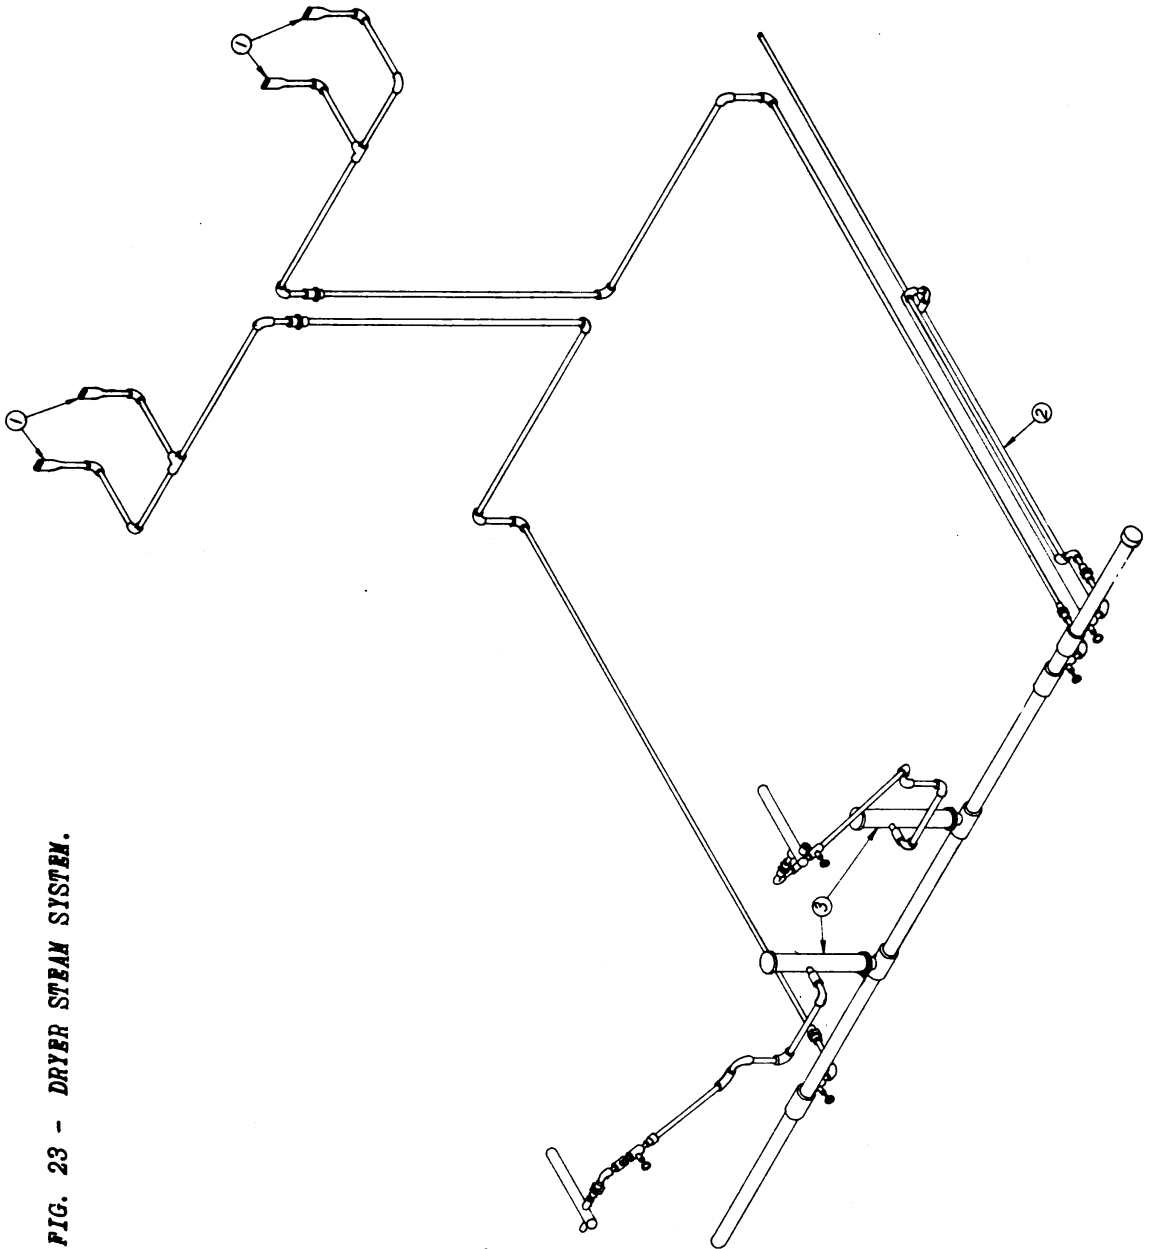

FIG. 23 - DRYER STEAM SYSTEM.
STACK JETS (I) Fig. 23
FUEL LINE JACKET (2, Fig. 23)
STEAM TRAPS (3, Fig. 23)